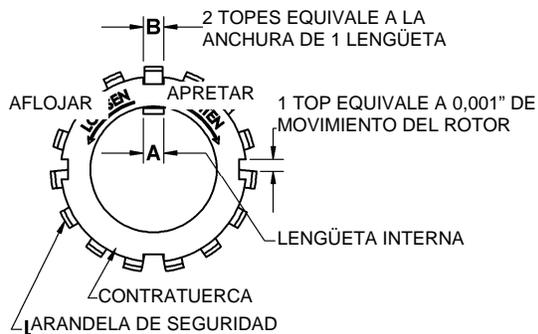

Figura 7 – Montaje de las contratuercas
Es importante que instalar y ajustar correctamente las contratuercas (24A) y las arandelas de seguridad (24B) del rodamiento. Un sobreapriete de las contratuercas puede provocar fallos en los rodamientos o una lengüeta rota en la arandela de seguridad. Las contratuercas flojas permitirán que el rotor se desplace contra los discos (71), causando desgaste. Consulte la figura 7.
- Apriete ambas contratuercas (24B) para asegurarse de que los rodamientos (24) lleguen a fondo en la cavidad del cabezal. NO apriete demasiado ni flexione o cizalle la lengüeta interna de la arandela de seguridad.
- Apriete la contratuerca opuesta (24A) a mano hasta que quede apretada contra el rodamiento (24). Luego, utilizando una chaveta de gancho, apriete la tuerca una distancia igual al ancho de una lengüeta de la arandela de seguridad "B". Apriete inmediatamente después de la lengüeta deseada y luego desenrosque la tuerca para alinear la lengüeta con la ranura de la contratuerca. Fije la tuerca flexionando la lengüeta de la arandela de seguridad alineada en la ranura de la contratuerca. La bomba debería continuar girando libremente al ser rotada a mano.